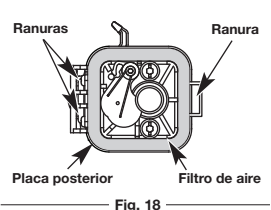

Fig. 18
- Quite el filtro de aire (Fig. 18).
- Reemplace el filtro (Fig. 18).
- Para ponerle de nuevo la tapa al filtro de aire, coloque los ganchos de la izquierda en las ranuras del lado izquierdo de la placa posterior (Fig. 18).